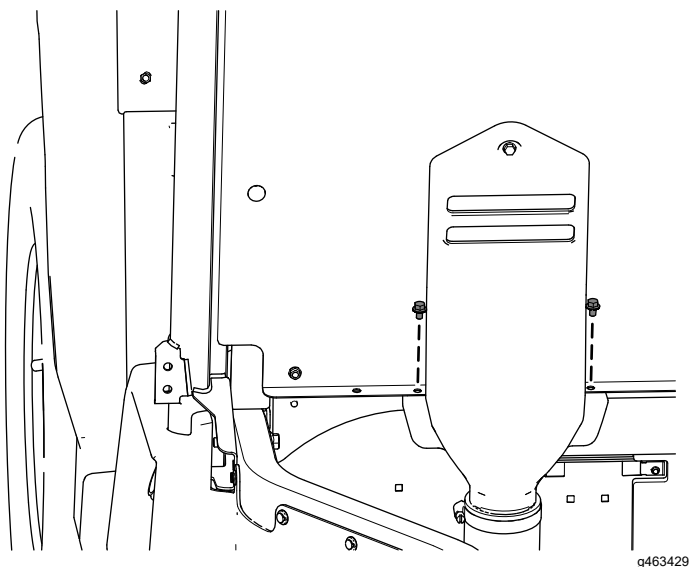

**Figura 30**
- H. Serrate i 5 bulloni a testa esagonale con rondella ( $\frac{1}{4}$ " x  $\frac{3}{4}$ " ) e il bullone prigioniero collegato alla cappa della presa d'aria CVT a 5,4 N·m come illustrato nella **Figura 30**.